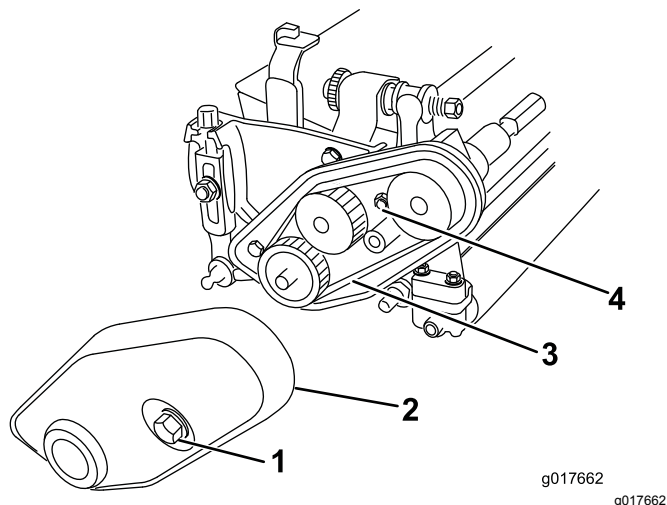

Figura 4
1. Afloje el perno cautivo que sujeta la cubierta de la correa al extremo izquierdo de la unidad de corte hasta que pueda retirar la cubierta (Figura 4).
2. Afloje la tuerca tensora de la correa y retire la correa (Figura 4).